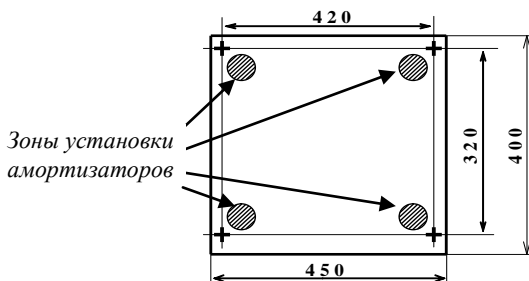

Рисунок 1
4.1.3 Надёжно закрепить РИП в удобном месте. Габаритно-установочные размеры и зоны установки амортизаторов указаны на рис. 1.